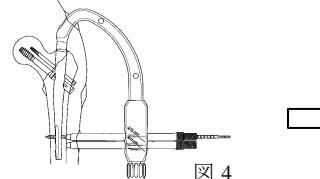

図 4
- 4) 骨折形態によって必要に応じ、大腿骨骨幹部外側よりドリルにて穴あけを行い、ディスタルスクリューを挿入します。（図 4）